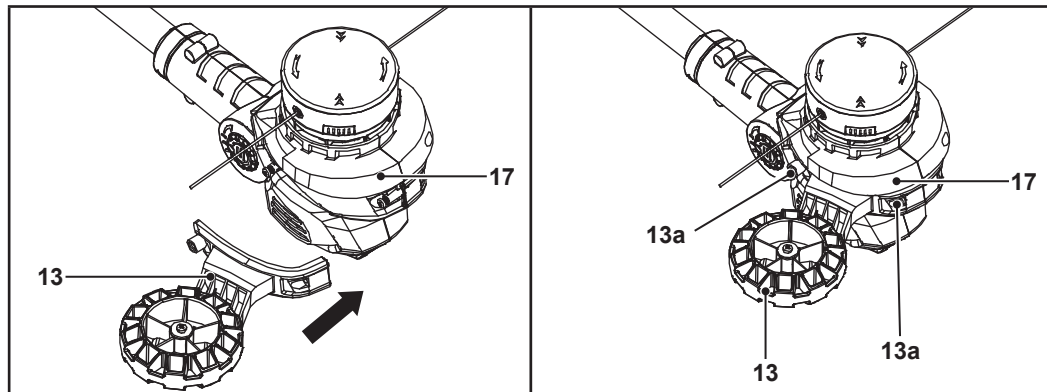

Fig. 3
1. Fixe a roda de aparar (13) à cabeça de corte (17) (Fig. 3).
2. Fixe a roda de aparar (13) com os 2 parafusos e as 2 anilhas (13a) (Fig. 3).